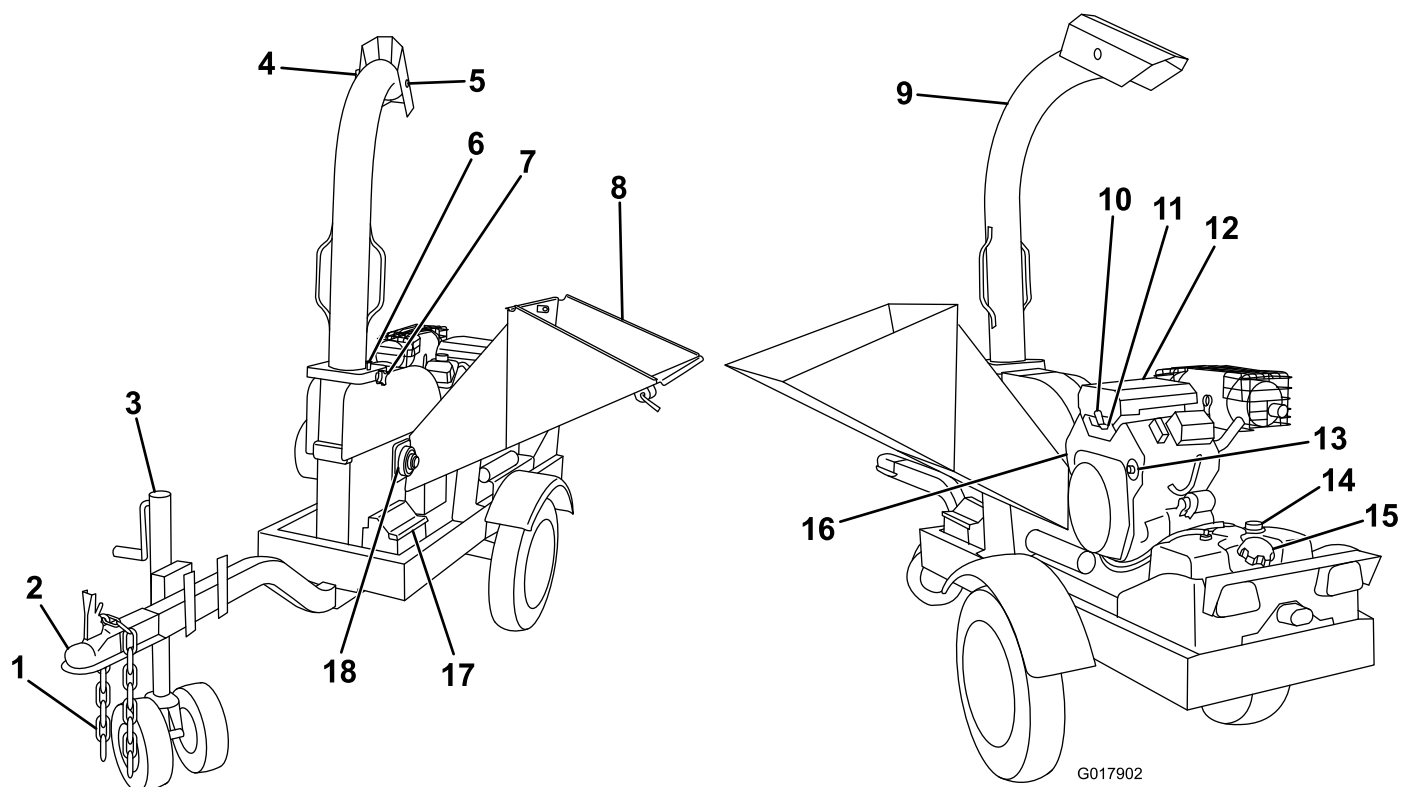

Figura 3
1. Eleve la tolva y bloquéela en la posición elevada. Gire el conducto hacia la parte trasera de la máquina, bloquéelo en esa posición con el pasador de bloqueo del conducto y apriete el pomo de bloqueo del conducto (Figura 3).